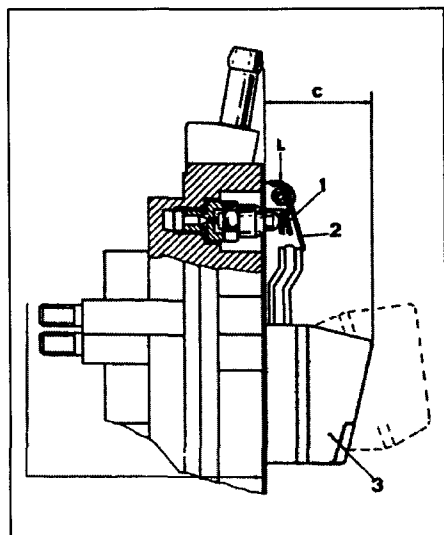

Рис. 4.10 Регулировка уровня в поплавковой камере
- 10 Измерьте расстояние между крышкой (с прокладкой) и верхним краем поплавка. Правильное расстояние записано в Спецификациях (рис. 4.10).